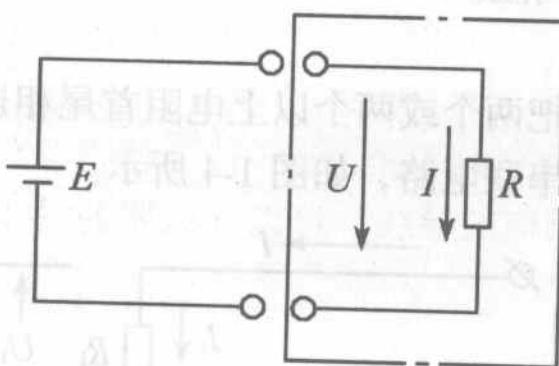

图 1-2 部分电路
(1) 部分电路欧姆定律：部分电路是指不含电源的一段电路，如图 1-2 所示。